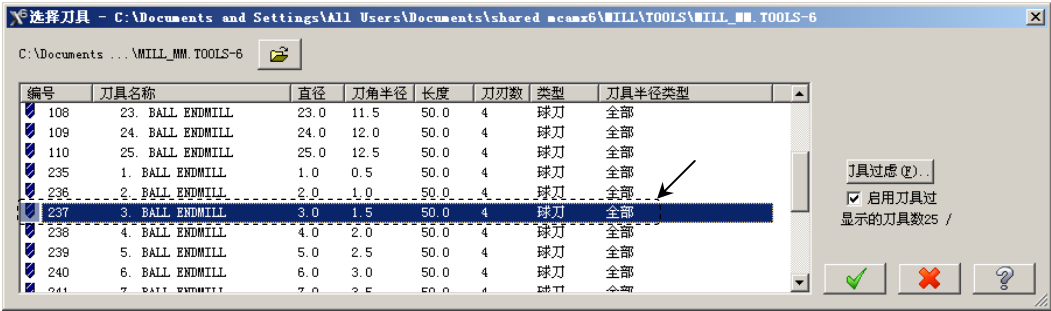

图 11.30 “选择刀具”对话框
Step4. 选择刀具。在“曲面精加工平行铣削”对话框中，单击 **选择刀具...** 按钮，系统弹出“选择刀具”对话框，在该对话框的列表框中选择图 11.30 所示的刀具。单击  按钮，关闭“选择刀具”对话框，系统返回至“曲面精加工平行铣削”对话框。
(1) 完成上步操作后，在“曲面精加工平行铣削”对话框的 **刀具路径参数** 选项卡的列表框中显示出 Step4 所选择的刀具，双击该刀具，系统弹出“定义刀具 - 机床群组-1”对话框。